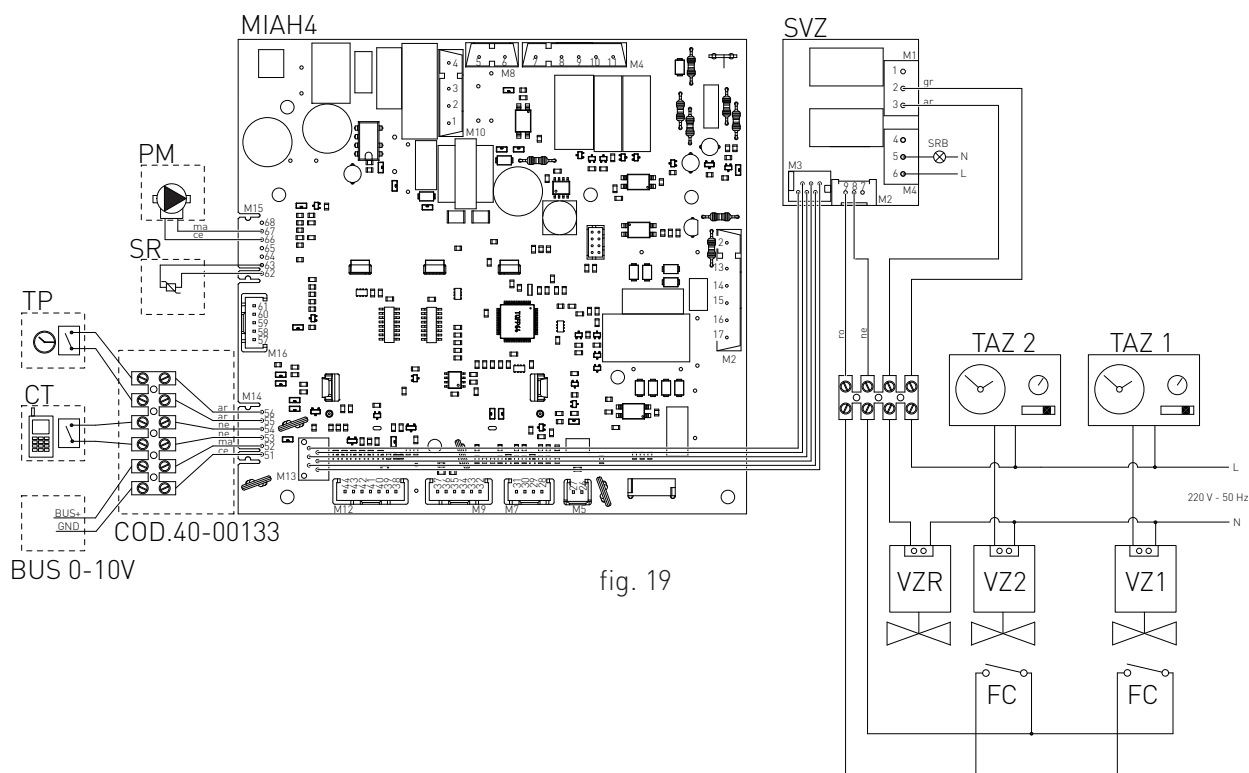

fig. 19
- › Après avoir enlever le carter, brancher les éléments ci-dessous à la carte électronique (voir fig. 19) :